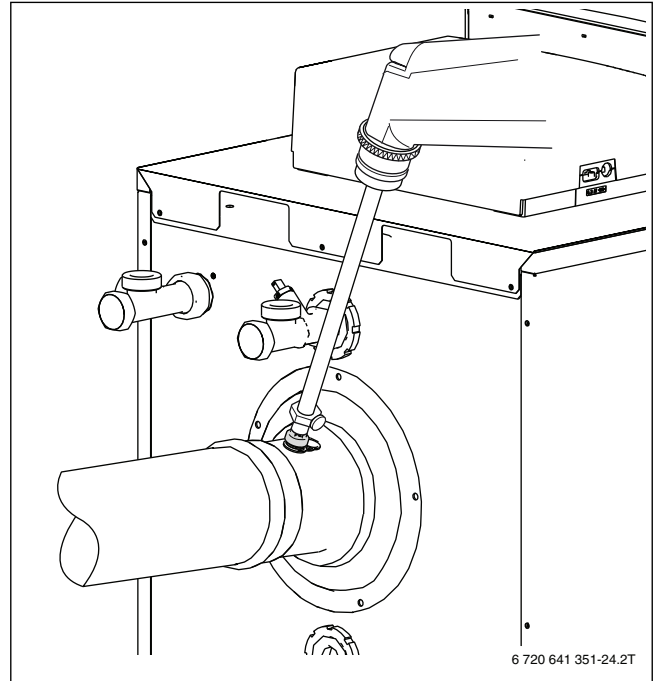

Bild 63 Messwerte aufnehmen
- ▶ Messfühler durch die Messöffnung (→ Bild 63, Seite 32) im Abgasrohr in den Kernstrom halten und CO2-Gehalt kontrollieren.